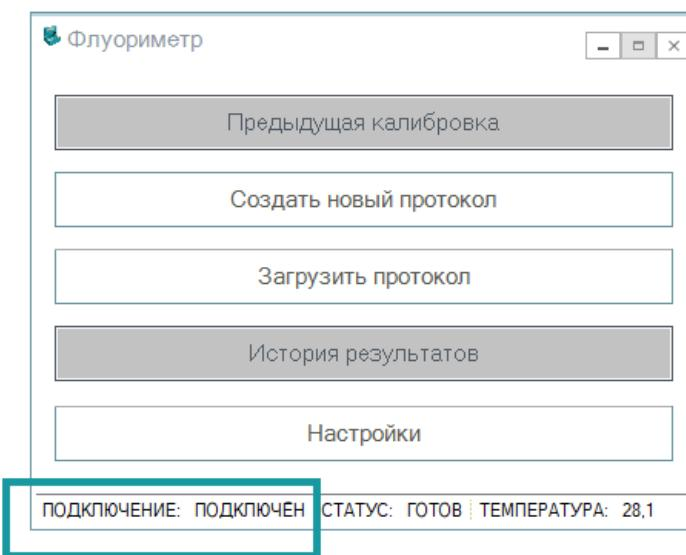

Рис. 10. Статус “ПОДКЛЮЧЕН” в области индикации состояния устройства
3. Программное обеспечение QUBIX запущено и подключилось к прибору – в области индикации состояния устройства отображается статус “ПОДКЛЮЧЕН” (рис. 10).